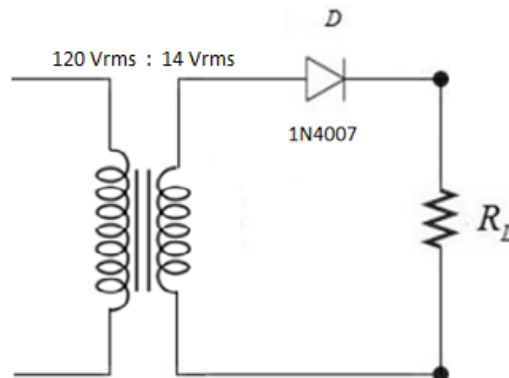

Figura 1. Rectificador de media onda
- 3.2 Para un circuito rectificador de media onda, calcular los valores pico, AC (rms) y DC (medios) de voltaje de la señal de salida. El circuito está formado por un transformador de 120 Vrms a 14 Vrms, un diodo 1N4007 y una resistencia R_L como se muestra en la Figura 1. Graficar en papel milimetrado las señales de voltaje del secundario del transformador y de la salida del rectificador, detallando valores, etiquetas, escalas y leyenda.